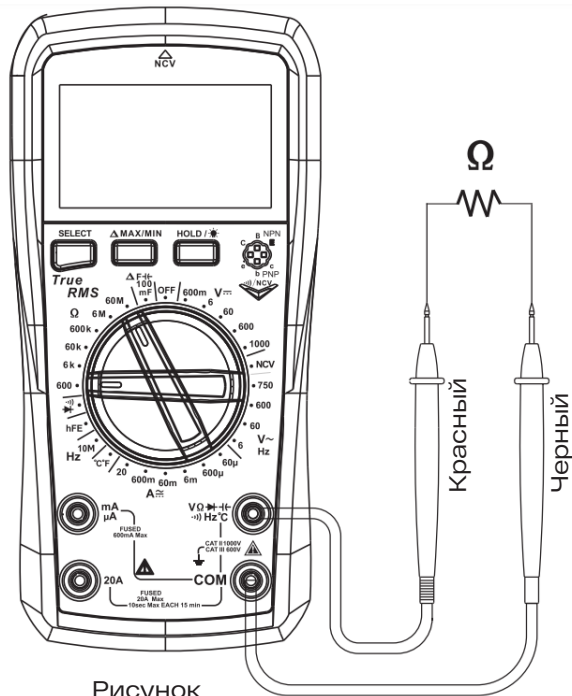

Рис. 3. Измерение сопротивления
2. Измерение сопротивления (см. рис. 3).